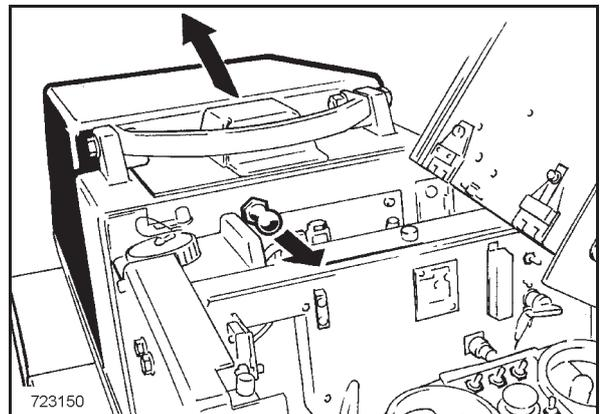

Bild 67
- Verriegelung (Bild 67) ziehen und Motorhaube nach vorne aufklappen.